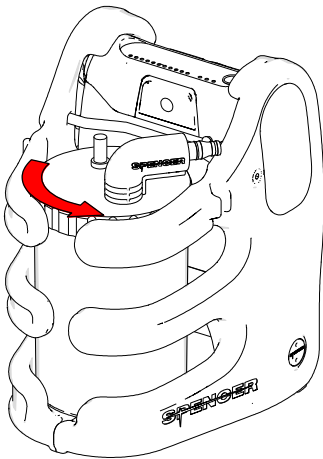

Fig. 9
1. Ligue o frasco ao conjunto filtro (n° 5 no ponto 3.2), colocar o recipiente no seu apoio (fig.9).